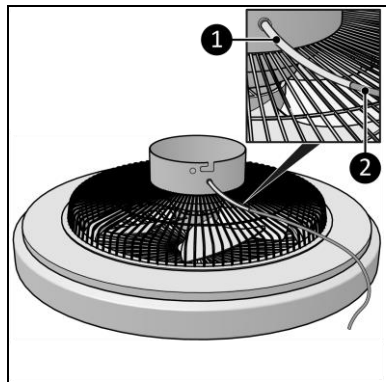

Figure 7
- Placez l'extrémité de la rallonge (Figure 7, pos. 2) par le manchon de protection (Figure 7, pos. 1) à travers le trou de la base du ventilateur.